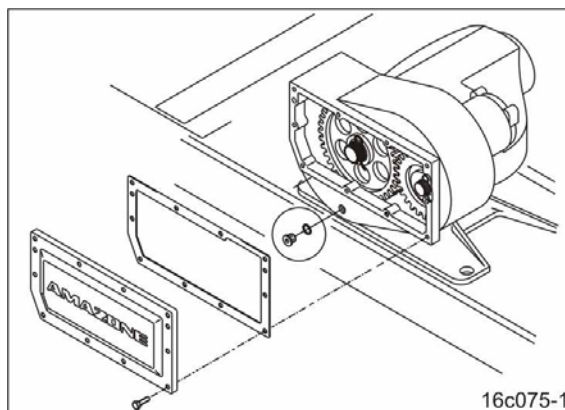

図 157
7. 保持スプリング (図 157/1) を外してください。